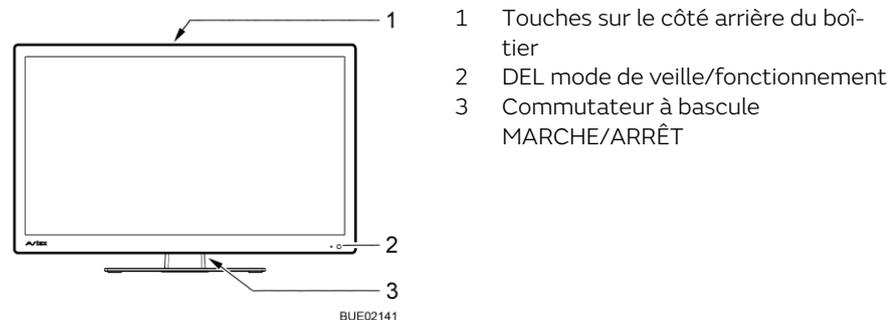
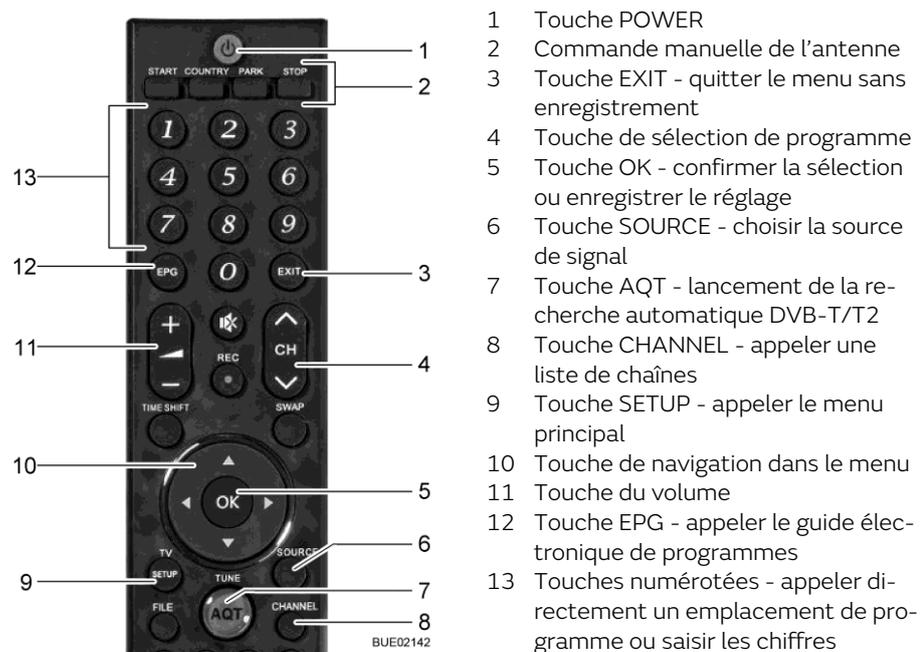

Fig. 30 Commande à l'écran plat
Fig. 31 Télécommande
- Positionner le commutateur à bascule (Fig. 30,3) en face arrière de l'écran plat sur MARCHE. Le système passe dans le mode de veille. La DEL (Fig. 30,2) s'allume en rouge.
- Appuyer sur la touche POWER (Fig. 31,1) de la télécommande. La DEL (Fig. 30,2) s'allume en bleu.
- Appuyer sur les touches de sélection de programme (Fig. 31,4 ou Fig. 31,13) jusqu'à ce que le programme de télévision désiré soit choisi. L'antenne recherche automatiquement le bon satellite. Lorsque l'installation a trouvé le satellite, le programme télévisuel apparaît automatiquement.
- Appuyer sur la touche SOURCE (Fig. 31,6) jusqu'à ce que la source de signal désirée soit choisie.
- Appuyer sur la touche PARK (Fig. 31,2). L'antenne se met en position rangée.
- Appuyer sur la touche SOURCE (Fig. 31,6) jusqu'à ce que la source de signal désirée (telle que DVD) soit choisie.
- Appuyer sur la touche POWER (Fig. 31,1) de la télécommande. Le système passe dans le mode de veille. La DEL (Fig. 30,2) s'allume en rouge.
- Positionner le commutateur à bascule (Fig. 30,3) en face arrière de l'écran plat sur ARRÊT.